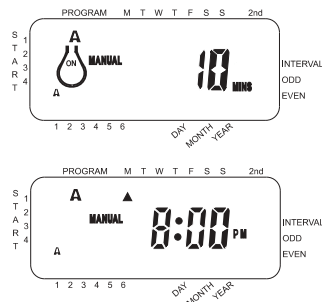

Ilustración 11: Riego manual ya sea en el programa A o en el B únicamente
- Para activar cada una de las estaciones a signadas períodos de riego para el programa A únicamente, oprima la tecla MANUAL, seguida por la tecla SIGUIENTE. Esto activará las estaciones con períodos de riego asignados únicamente en el programa A. Para iniciar el riego semiautomático, oprima ENTRADA [Vea la ilustración 11].